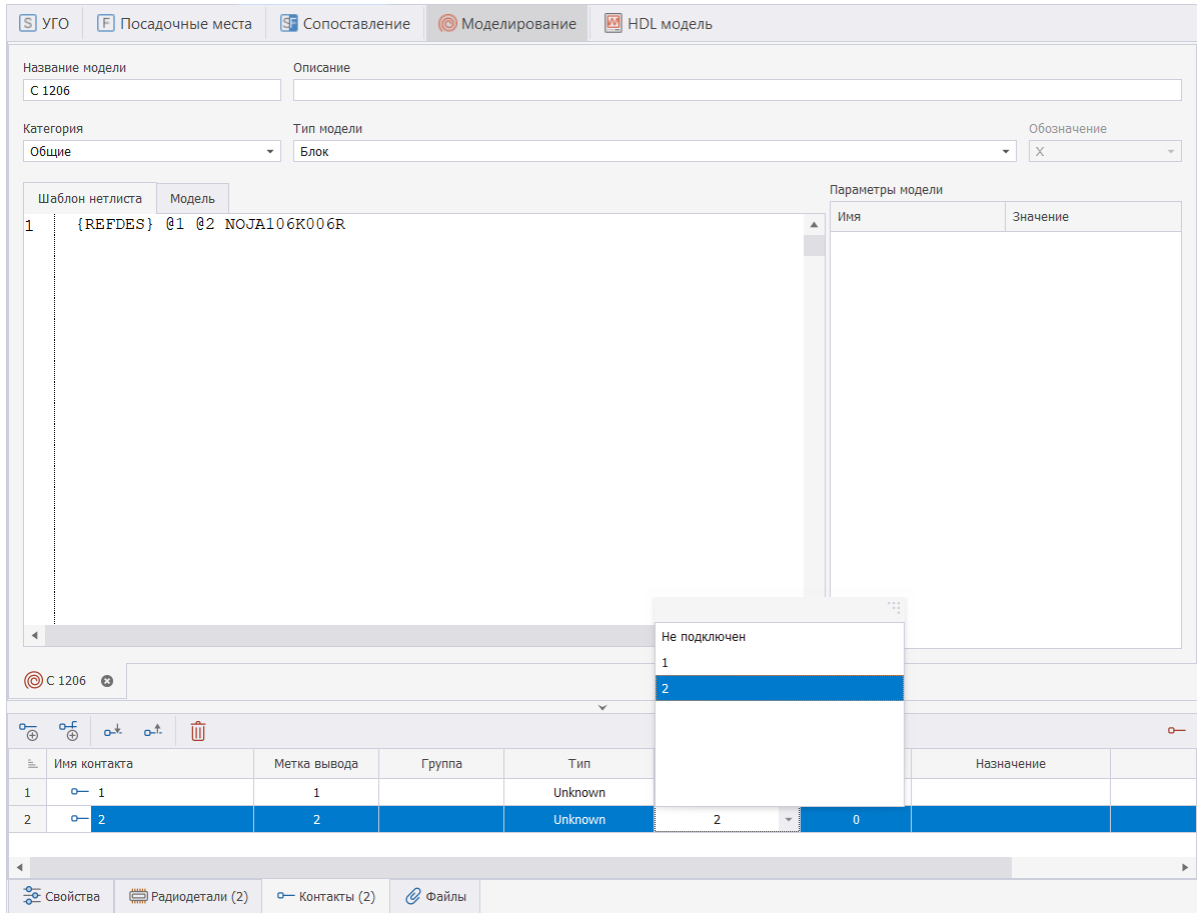

Рис. 9 Сопоставление контактов УГО с выводами SPICE-модели
7. Перейдите на вкладку «Контакты» и сопоставьте контакты УГО с выводами SPICE-модели, Рис. 9.